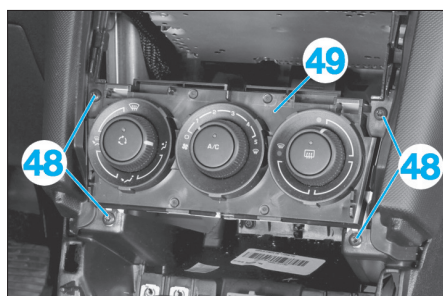

Fig. 27
- Déposer les vis (48) (Fig.27).
- Dégrafer la façade de climatisation (49), débrancher ses connecteurs puis la déposer.